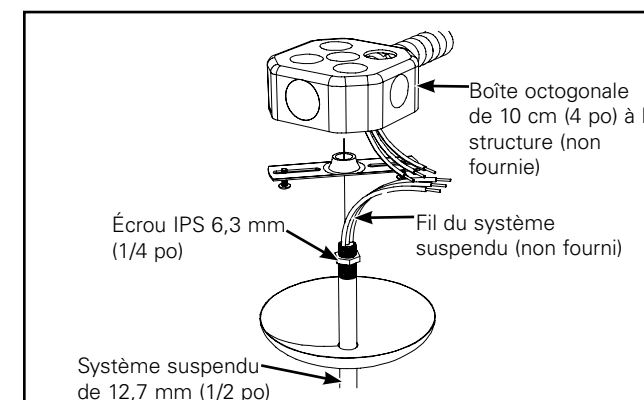

Figure 1. Alimentation
5. Fixez le système suspendu à la barre transversale à l'aide du contre-écrou IPS 6,3 mm (1/4 po). (Figure 1.)